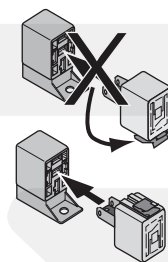

fig. 2
7. Das Relais mit dem Kabelbaum befestigen (siehe abbildung 2).